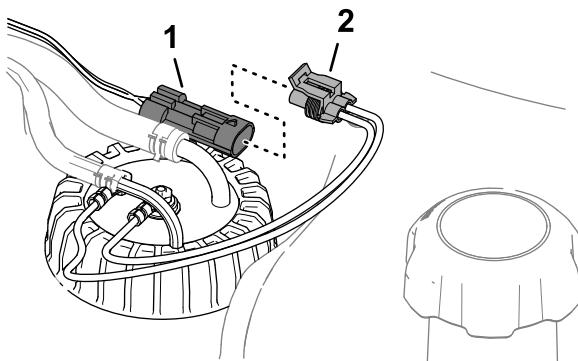

图 83
3. 从机器线束的 2 针接头处拆下燃油发送器线束的 2 插槽接头图 83。